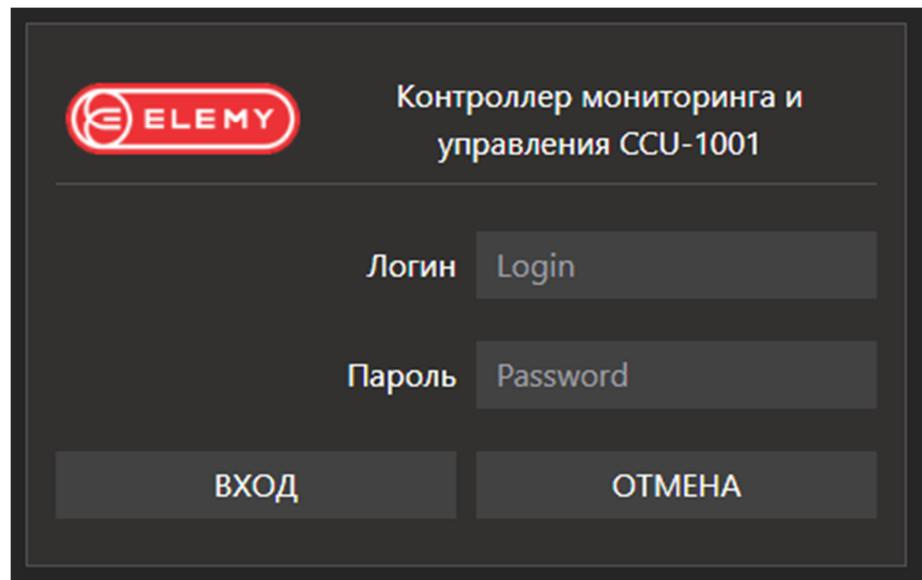

Рис.1.4. Форма входа в WEB-интерфейс
1.2.5. Введите в поисковой строке браузера адрес **192.168.1.1**. Откроется форма входа в WEB-интерфейс устройства (Рис. 1.4.)